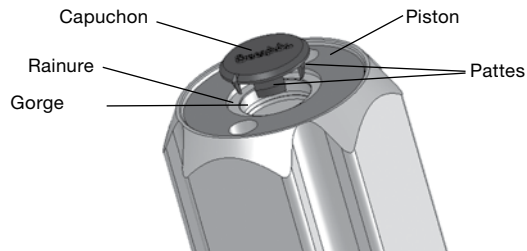

Fig. 7
2. Enfoncez le **capuchon** neuf dans la **rainure** de manière à ce que les **pattes** soient comprimées dans la **gorge** du **piston**. Voir la figure 7.